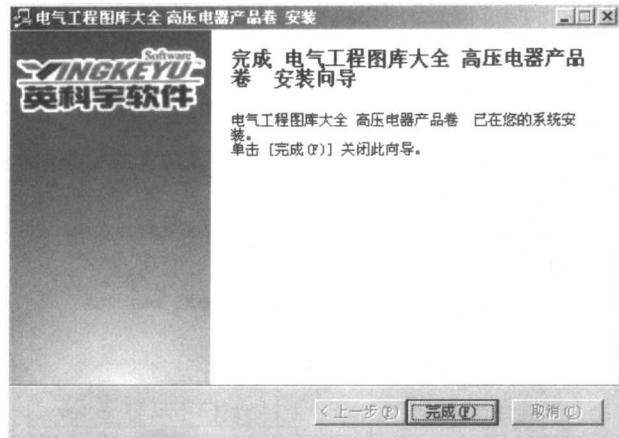

图 1-4 “安装完成”对话框
(4) 安装完毕后，Windows 桌面上将会生成名为“高压电器产品”的图标，并弹出如图 1-4 所示的“安装完成”对话框，表示该软件已经安装成功。如果没有出现上述提示，则表明安装程序没有正常执行完毕，建议重新安装。